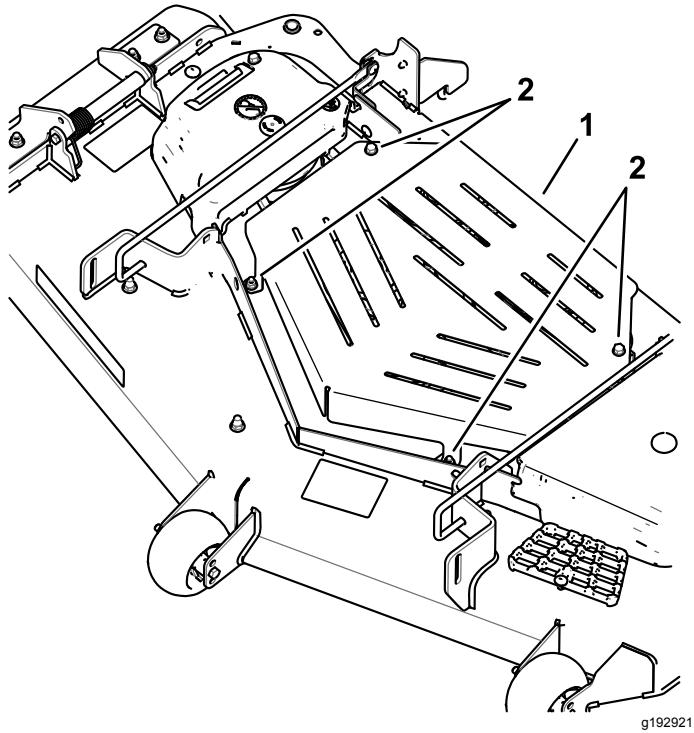

Figura 40
2. Afloje los 2 pernos delanteros y retire el protector de chapa para tener acceso a las correas y los ejes de la carcasa (Figura 40). Instale el protector de chapa y apriete los pernos después del mantenimiento.